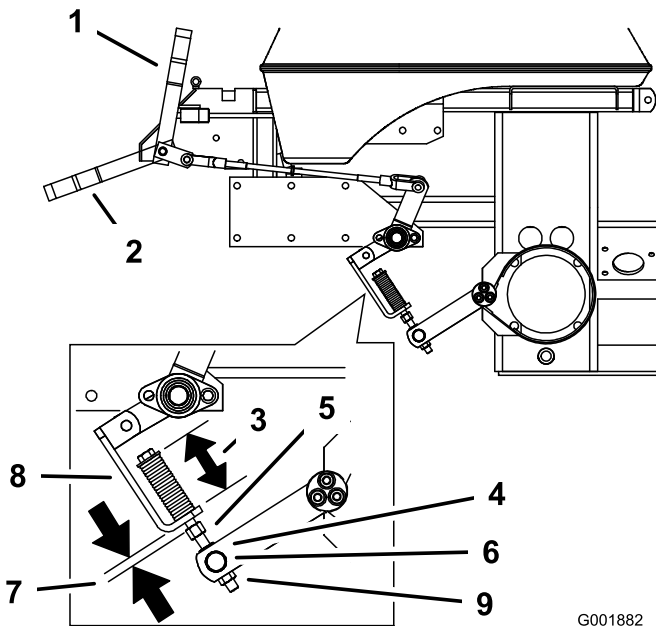

Figure 62
2. Mesurez la longueur du ressort. Les rondelles doivent être espacées de 70 mm (2-3/4 po)(Figure 62).
3. Si un réglage est requis, desserrez l'écrou de blocage situé sous le ressort et serrez l'écrou directement au-dessous de la chape (Figure 62). Modifiez le serrage de l'écrou jusqu'à ce que le ressort ait la longueur voulue. Serrez les deux écrous ensemble et répétez la procédure de l'autre côté de la machine.
6. Mesurez la distance entre le support de ressort et l'écrou de réglage sous le support. Elle doit être comprise entre 5 et 8 mm (1/4-5/16 po) (Figure 62).
7. Si un réglage est requis, desserrez l'écrou de blocage situé juste au-dessus du galet de tourillon. Tournez le contre-écrou sous le galet de tourillon jusqu'à obtention de l'écart voulu (Figure 62).
8. Serrez l'écrou de blocage juste au-dessus du galet (Figure 62).